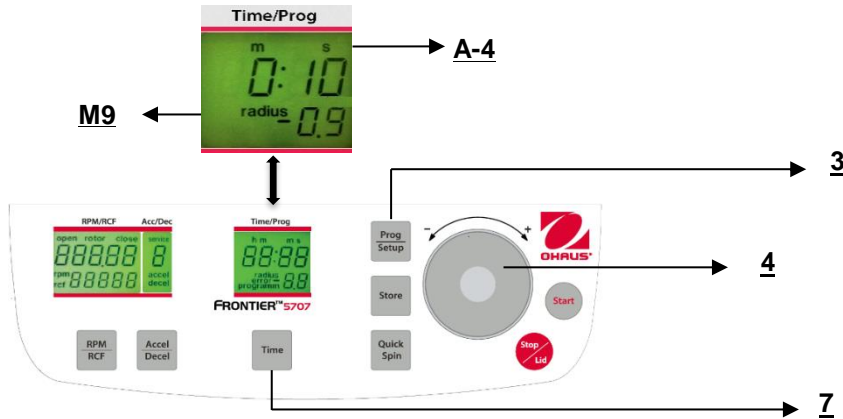

Abbildung. 19
Wenn Sie Adapter oder Reduzierer benutzen, könnte es den Zentrifugalradius des entsprechenden Rotors verändern. In diesem Fall können Sie den korrekten Radius manuell korrigieren. Gehen Sie bitte wie folgt vor: Schließen Sie den Deckel, drücken Sie dann die Taste **"Time"** (7) (siehe Abbildung 19) und die Taste **"Prog/Setup"** (3) zur gleichen Zeit und halten Sie sie.